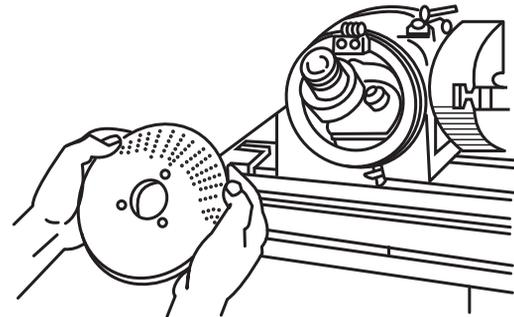

Fig. 4
- e) Monte el plato o disco seleccionado (Fig.4) y fije con los tornillos de cabeza embutida.